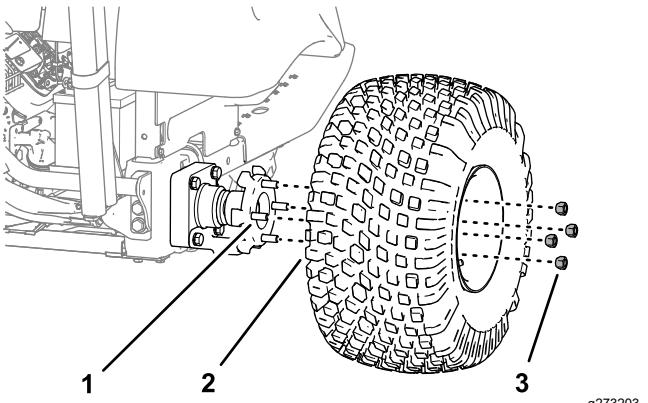

Figura 29
- Rimuovete i 4 dadi delle ruote che fissano la ruota al mozzo e rimuovete ruota e pneumatico (Figura 29).
7. Montate pneumatico e ruota nei prigionieri del mozzo della ruota (Figura 29) con i 4 dadi delle ruote rimossi al passaggio 2, quindi serrate i dadi manualmente.